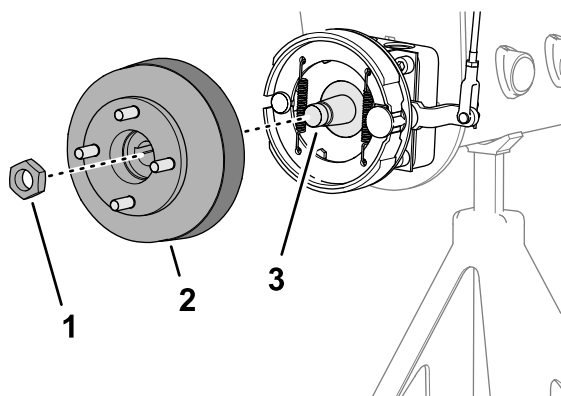
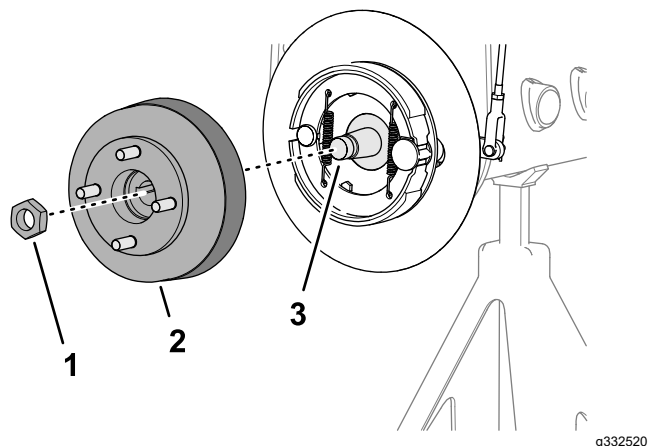

Bild 86
Bild 87
3. Montieren Sie die Radnabe und Bremstrommel auf die Radmotorwelle (**Bild 86** oder **Bild 87**).
4. Befestigen Sie die Radnabe mit der Sicherungsmutter (**Bild 86** oder **Bild 87**) auf der Welle und ziehen Sie diese nur handfest an.